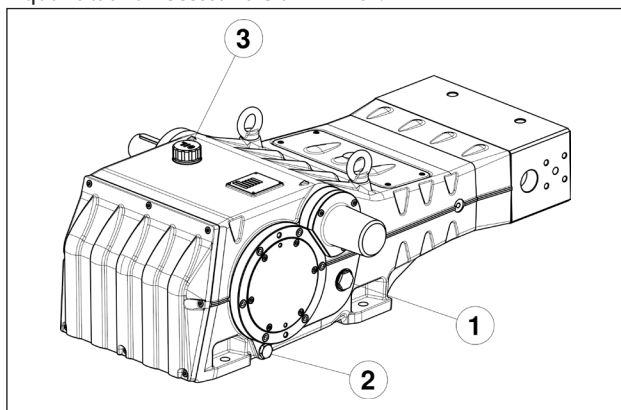

Fig. 3
Controllare il livello dell'olio tramite le apposite spie poste lateralmente ①, Fig. 3.
Se necessario rabboccare dal tappo olio ③, Fig. 3.
Il controllo corretto del livello dell'olio si esegue con la pompa a temperatura ambiente, il cambio dell'olio va eseguito con pompa a temperatura di lavoro rimuovendo il tappo pos. ②, Fig. 3.